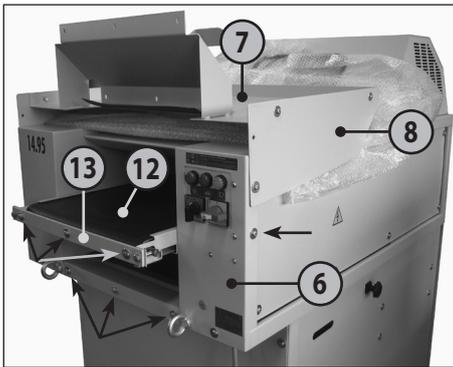

fig. 1
- 6** = Cassa (fig. 1, 2, 4)
- 7** = Piano (fig. 1, 2, 4, 5, 6)
- 8** = Lamiera di protezione (fig. 1, 2, 4)
- 12** = Nastro di trasporto (fig. 1, 2)
- 13** = Supporto del nastro di trasporto (fig. 1)
(fig. 1, 2 e 3):
1. Svitare le 3 viti con rondelle dalla parete anteriore della cassa (6) e dal lato frontale del supporto del nastro di trasporto (13) e la vite sotto ognuna delle lamiere di protezione (8) (v. frecce fig. 1).